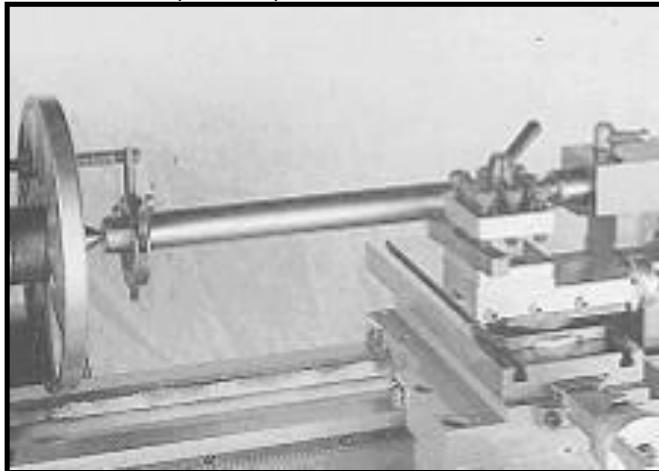

Рис. 15
- Аккуратно снимите шестерни (4, рис.15) с осей, извлеките передвигаемые сухари осей шестерен (не показаны).
Вращение передается на хомут водилом планшайбы (Рис. 15).